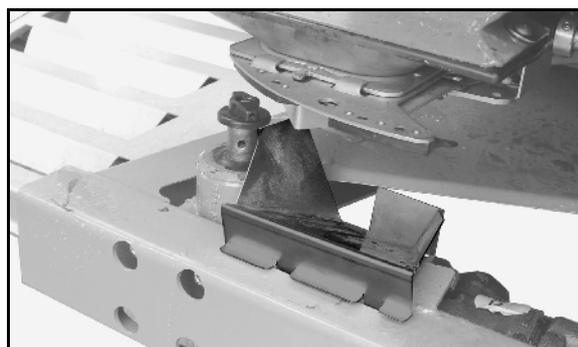

Fig. 53
5. Fixez l'entonnoir à engrais au bâti, sous la trappe de sortie gauche (Fig. 53).